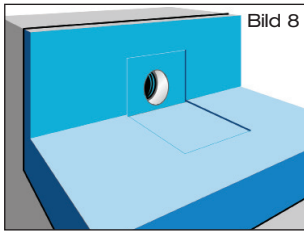

Bild 8
3.1 Wärmedämmplatten verlegen. Konturen des Ablaufrohres mit Festflansch in Wärmedämmung einarbeiten (Bild 8). Der Festflansch des Ablaufrohres soll gemäß Flachdachrichtlinien oberflächenbündig in die Unterlage eingelassen werden.